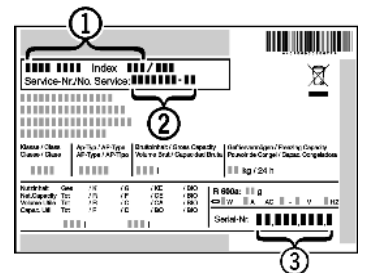

Fig. 29
- ▶ Apparaataanduiding Fig. 29 (1), service-nr. Fig. 29 (2) en serie-nr. Fig. 29 (3) van het typeplaatje aflezen. Het typeplaatje bevindt zich aan de linkerkant binnen in het apparaat.
- ▶ Contact opnemen met de Technische Dienst en het probleem, apparaataanduiding Fig. 29 (1), service-nr. Fig. 29 (2) en serie-nr. Fig. 29 (3) mededelen.